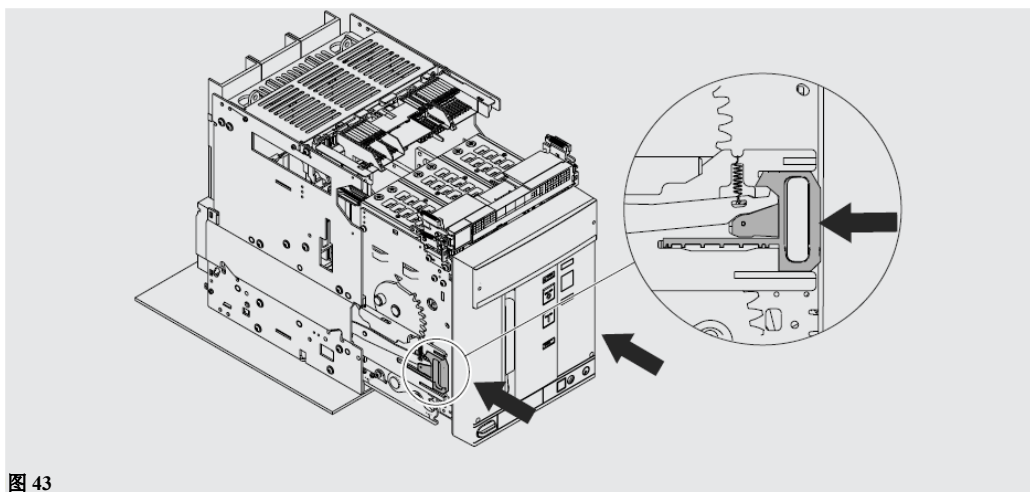

图 43
7. 将可移动部分推入固定部分，直到移动部分不能再往里为止。见图 43。